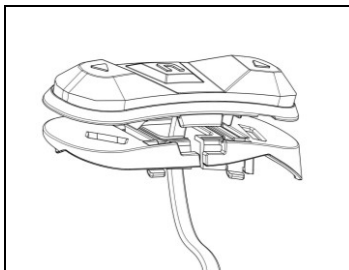
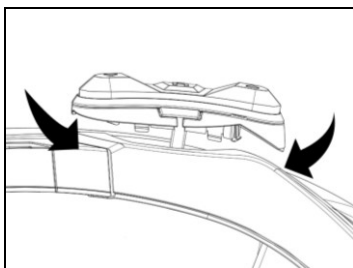

Abb. 19
Abb. 20
- Drehen Sie die Halterung für die Tastenvorrichtung auf die Weise, dass sie wie auf Abb. 19 dargestellt zu liegen kommt, und machen Sie sie an der Tastenvorrichtung fest (Abb. 20).